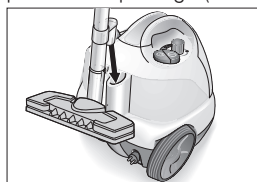

Fig. 9 : position de parcage
- Pour une brève interruption de travail, vous pouvez placer le tube de rallonge avec la buse montée en position de parcage (voir fig. 9).